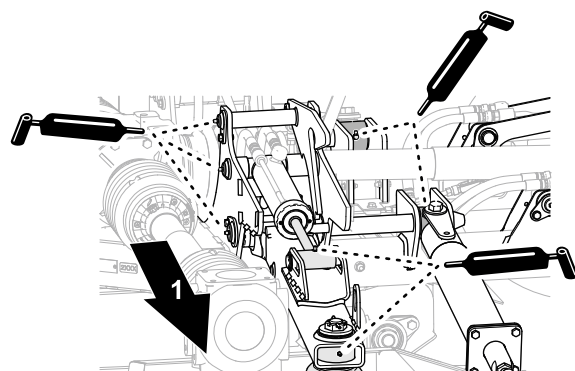

Figura 46
- Aplique o lubrificante especificado nos braços de elevação, nos cilindros hidráulicos e nos amortecedores de impacto nas plataformas do cortador esquerda e direita (Figura 46).